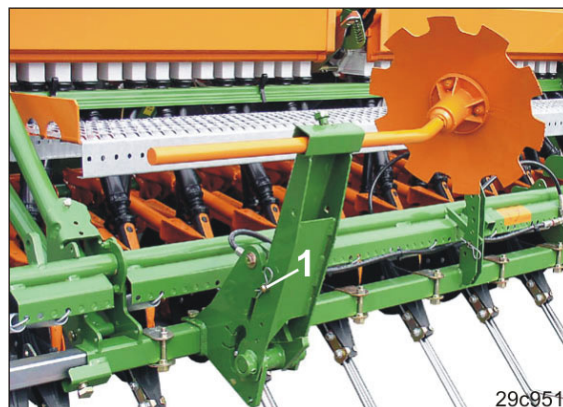

Рис. 100
1. Снимите палец (Рис. 100/1).